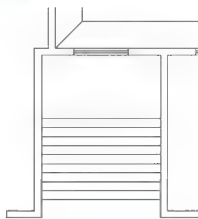

图 2.113 生成其他踏步线
③ 在指定移动点或【基点(B)/复制(C)/放弃(U)/退出(X)】提示下,输入“C”后按 Enter 键,启动【复制】子命令。
④ 在指定移动点或【基点(B)/复制(C)/放弃(U)/退出(X)】提示下,打开【正交】功能,将光标垂直向下拖动,分别输入“300”按 Enter 键、“600”按 Enter 键……依次以 300 为倍数逐步增加,最后输入“2700”按 Enter 键结束命令,结果如图 2.113 所示。